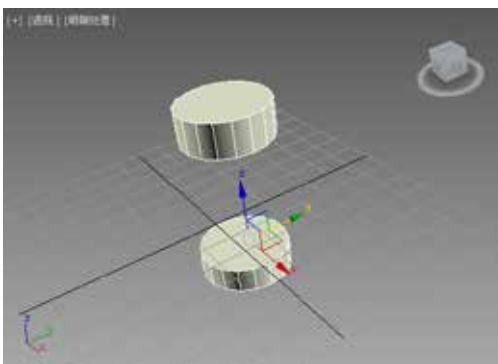

图 2-115 差集 (B-A) 效果
STEP 09 在“操作”选项组选中“差集 (B - A)”单选按钮，效果如图 2-115 所示。